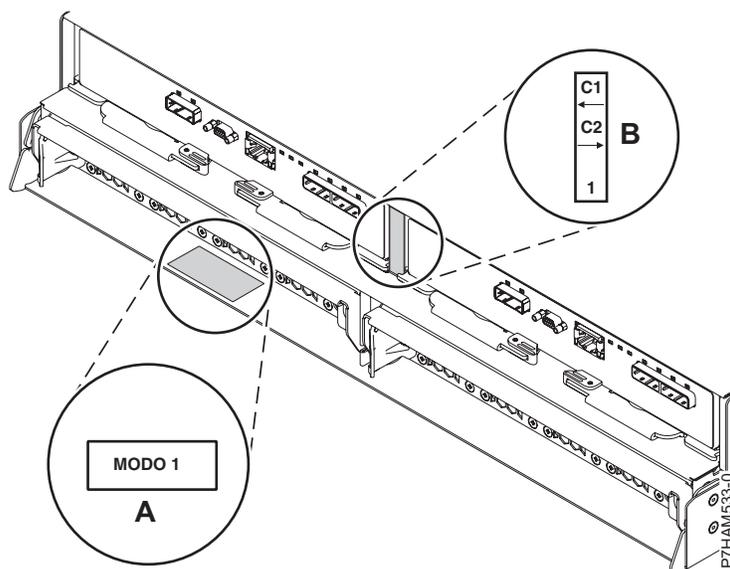

Figura 35. Ubicaciones de pegatinas de modalidad en la parte posterior del alojamiento de unidad de disco 5887
1. Confirme la modalidad establecida en fábrica del alojamiento de unidad de disco 5887 utilizando la información impresa en las pegatinas de la parte posterior del alojamiento. Las pegatinas están pegadas en la estantería inferior izquierda del chasis (A) y el soporte central entre los módulos del gestor de servicios de alojamiento (B). Las pegatinas indican si el alojamiento está establecido en modalidad 1, modalidad 2 o modalidad 4. Para obtener detalles, consulte la Figura 35.